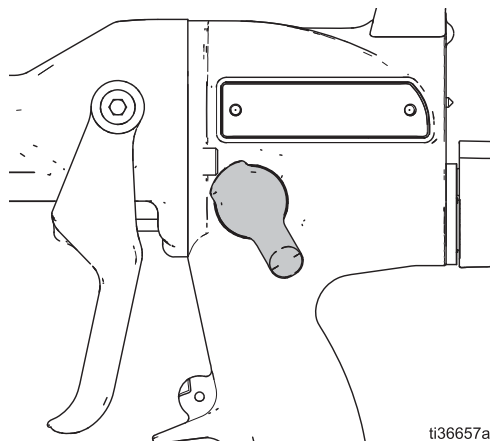

Fig. 8 Position fermée : L'air du ventilateur est arrêté pour obtenir un petit jet rond.
3. Tournez le levier (1) jusqu'en position fermée souhaitée, voir FIG. 8. Plus la rotation est grande, plus la tension du ressort augmentera. Tournez-le au moins de 90° pour s'assurer que la vanne s'ouvrira au moyen du ressort. Ne le tournez pas plus de 180°. La tension du ressort (5) essaiera de faire tourner le levier en sens inverse. Ne laissez pas la tension se relâcher.
4. Maintenez fermement l'adaptateur de levier (4) dans cette position, puis retirez le bras de levier (1).
5. Serrez les vis de blocage (3) dans l'adaptateur de levier (4) sur l'arbre (6). Serrez à un couple de 0,8 N•m (7 po-lb).